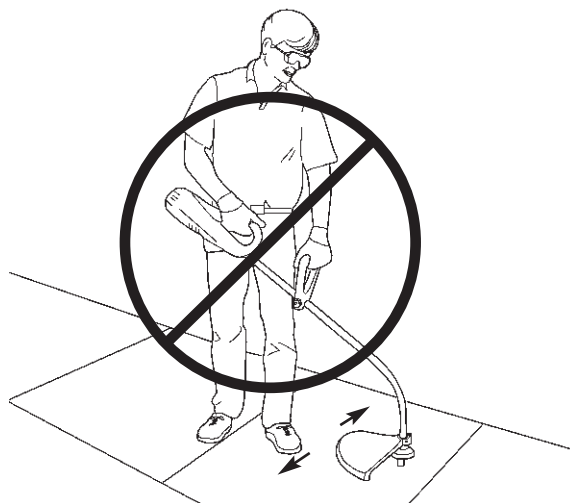

Fig. 7
6. **BARREDOR - NUNCA UTILICE SU UNIDAD PARA ESTE TRABAJO** (Figure 7)